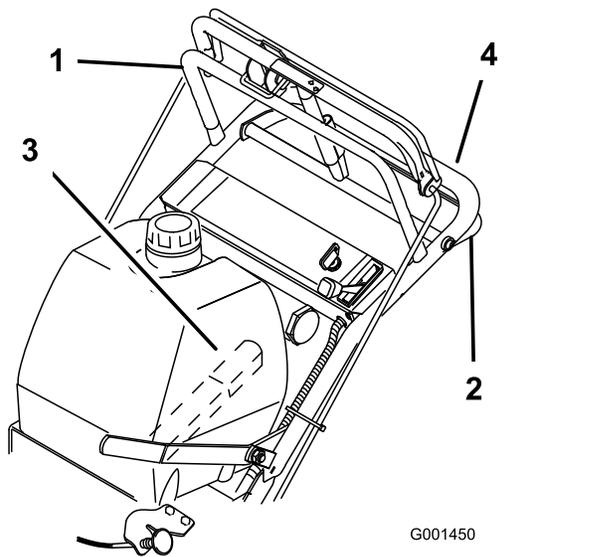
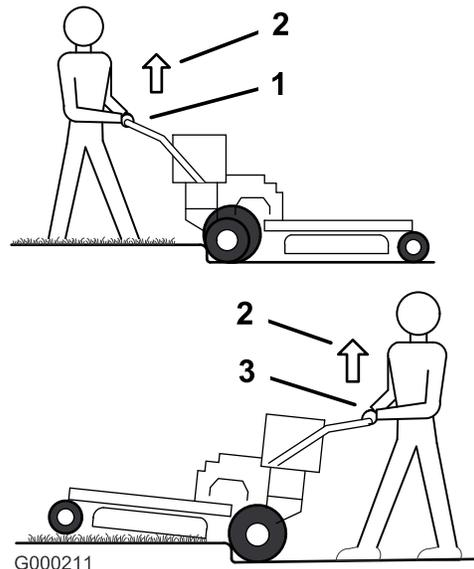
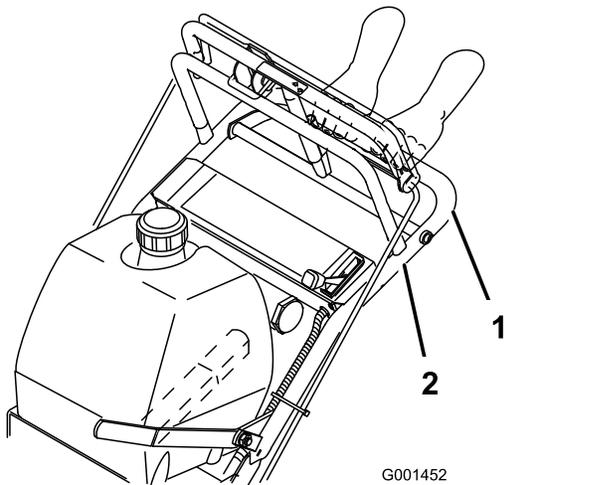

Figura 9
Figura 10
Figura 11
1. Para desplazar la máquina hacia adelante, mueva la palanca de cambios a una marcha hacia adelante (Figura 9).
3. Presione lentamente la barra de control superior para ir hacia adelante (Figura 9).
Para ir en línea recta, aplique la misma presión a ambos extremos de la barra de control superior (Figura 9).
Para girar, libere la barra de control superior en el sentido en que desea girar (Figura 9).
3. Apriete lentamente la barra de control inferior y el manillar para ir hacia atrás (Figura 9).
3. Conduzca la máquina hasta que las ruedas giratorias toquen el bordillo (Figura 10).
4. Levante la parte delantera de la máquina empujando el manillar inferior hacia abajo (Figura 10).
5. Conduzca la máquina hasta que las ruedas de tracción toquen el bordillo (Figura 10).
6. Baje la parte delantera de la máquina (Figura 10).
7. Al mismo tiempo, engrane la barra de control inferior y levante el manillar para pasar el bordillo (Figura 9 y Figura 10).
3. Conduzca la máquina hasta que las ruedas de tracción toquen el bordillo (Figura 10).
4. Al mismo tiempo, engrane la barra de control inferior y levante el manillar inferior (Figura 9 y Figura 11).